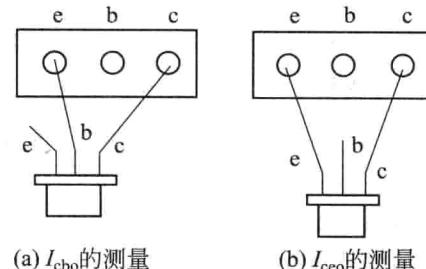

图 1-12 三极管测量图
① 转动开关至  $R \times 1k$  挡，将红黑表笔短接，调节零欧姆电位器，使指针对准零欧姆上（此时满度电流值约  $90\mu A$ ）。
② 然后分开表笔，将欲测的三极管按图 1-12 插入管座内，此时指针指示的数值乘上 1.2 即为反向截止电流  $I_{ceo}$  和  $I_{cbo}$  的实际值。
③ 当  $I_{ceo}$  电流值大于  $90\mu A$  时可换用  $R \times 100$  挡进行测量（此时满度电流值约为  $900\mu A$ ）。
④ NPN 型三极管应插入 N 型管座，PNP 型三极管应插入 P 型管座。